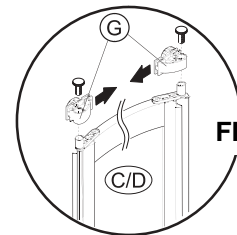

FIG. 5.4
- Placing yourself inside the shower, insert the reversible rollers (G) in the top rail (A) (Fig. 5.5) then assemble the rollers on the sliding panel (F) by sliding them on the pivots (R). **Note:** the rollers must point towards the centre of the mobile panel. Fig. 5.4. Set in place by applying a drop of silicone on the assembly screw (O) and then screw all the way in.
- En vous plaçant à l'intérieur de la douche, insérez les roulettes réversibles (G) dans la rail supérieur (A) (Fig. 5.5) puis assemblez les roulettes au panneau mobile (F) en les glissant sur les pivots (R). **Note:** les roulettes doivent pointer vers le centre du panneau mobile. Fig. 5.4. Fixer en appliquant une goutte de silicone sur la vis d'assemblage (O).
- Ubicándose usted dentro de la ducha, inserte los ruedecillas reversibles (G) en el riel superior (A) (Fig. 5.5), luego monte los ruedecillas en el panel corredizo (F) deslizándolos en los pivotes (R). **Nota:** Los ruedecillas deben quedar apuntando hacia el centro del panel corredizo. Fig. 5.4. Para fijar, eche una gota de silicona sobre el tornillo de ensamble (O) y atornille hasta el fondo.